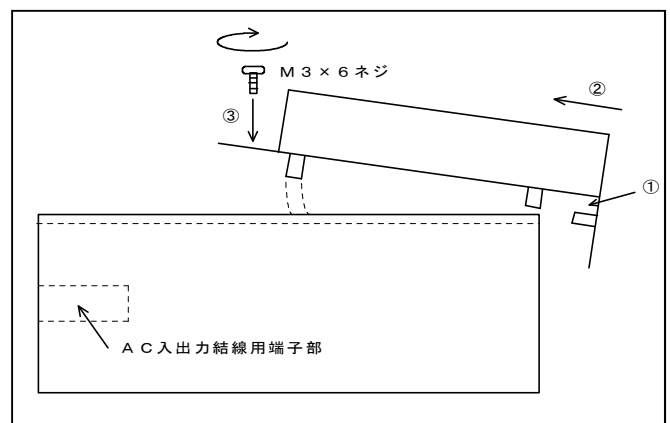

図4 組立手順参考図
コネクタの接続が終了したら、P.W.B部①のすきまを本体部の上部L折り曲げ金具に差し込みます。つぎにP.W.B部を②の方向へ軽く引き、本体部と平行にします。③のネジ取付部穴位置を合わせ、ネジ締めをしてください。(図4参照)これで組み立て完了です。